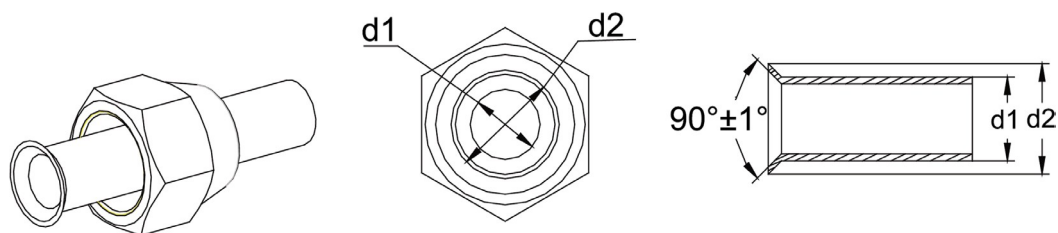

Fig. 13
- 3 Retire a porca cônica que liga o tubo de ligação interior à unidade exterior. Em seguida, utilize a ferramenta de alargamento para fixar a porca cônica no tubo (ver Fig. 13).